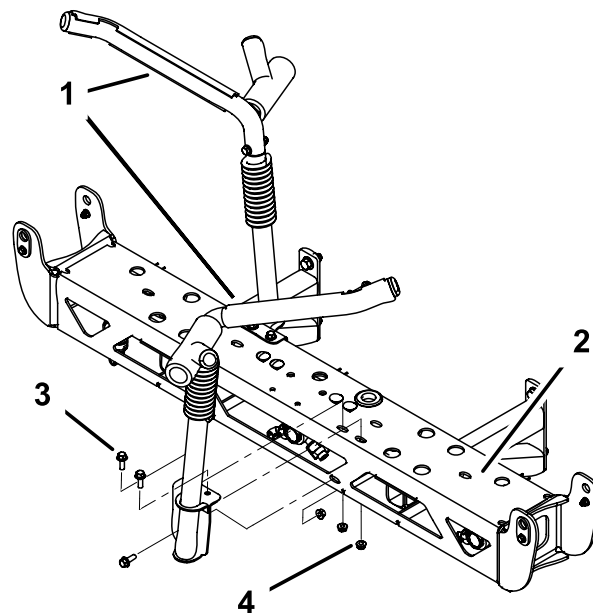

Figure 12
- Montez les berceaux de transport sur l'ensemble rampe centrale au moyen de 6 boulons (3/8 x 1-1/4 po) et 6 contre-écrous (3/8 po), comme montré à la Figure 12.